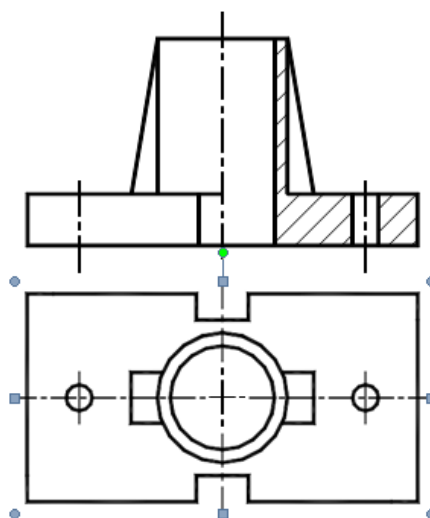

Рисунок 8– Изображение на разрезе ребра жесткости
1. Тонкие стенки типа ребер жесткости и т.п. показывают незаштрихованными, если секущая плоскость направлена вдоль оси или длинной стороны такого элемента (рисунок 8 и рисунок на обложке);